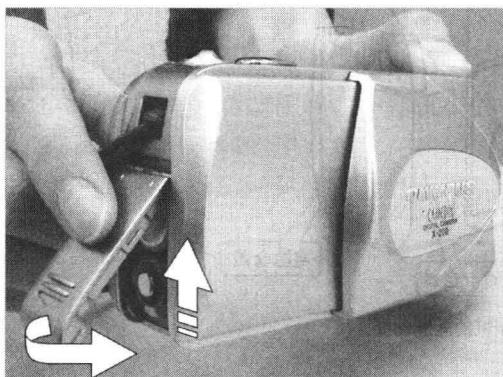

图 1-16 盖好电池仓盖
(3) 装好电池后盖上电池仓盖并向上推，直至仓盖处的锁扣锁紧，应对准卡槽，以免损伤零件，如图 1-16 所示。